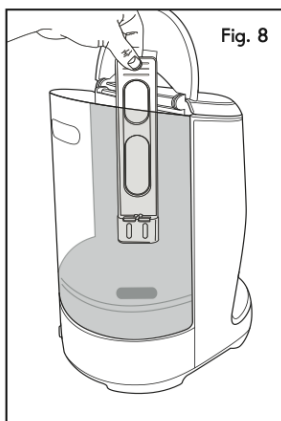

Fig. 8
2. Aprire il serbatoio dell'acqua e togliere il filtro dell'acqua (Fig. 8).